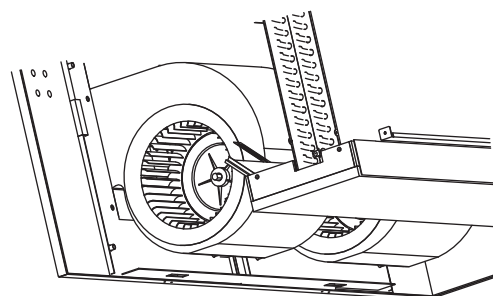
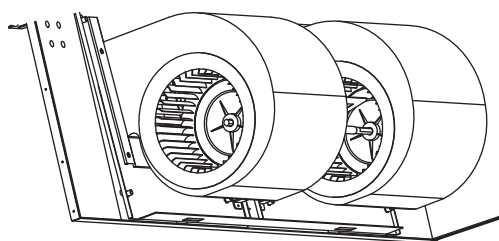
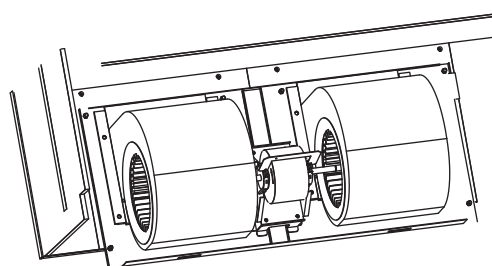

Рисунок 9-4
Рисунок 9-5
Рисунок 9-6
- 5) Упритесь рукой в нижнюю часть двигателя вентилятора, затем толкните его вверх. Для этого потребуются усилия двух человек. Если отверстие в крышке узла вентилятора выше штифта на передней панели (см. Рисунок 9-4), сдвиньте двигатель вентилятора назад примерно на 21 мм (см. Рисунок 9-5), чтобы отверстие сошло со штифта. Удерживайте узел и медленно опускайте его вдоль направляющих (Рисунок 9-6), после чего двигатель можно извлечь для последующего ремонта или технического обслуживания.